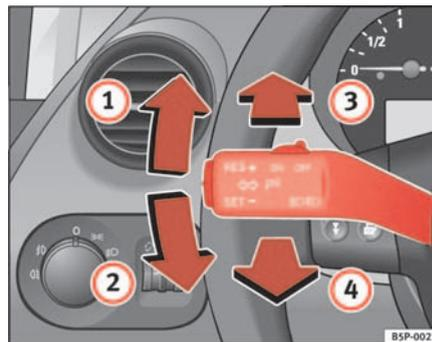

Fig. 79 Leva degli indicatori di direzione e degli abbaglianti
- Spingere la leva verso l'alto (fino al riscontro) ⇒ pag. 116, fig. 79 ① se si vuole mettere la freccia **a destra**; verso il basso ② invece, per mettere la freccia **a sinistra**.
- Per accendere gli abbaglianti si deve spingere in avanti la leva ⇒ pag. 116, fig. 79 ③.